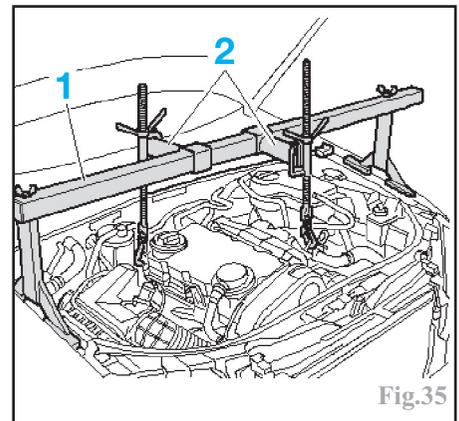

Fig.35
Débrancher le contacteur de niveau d'eau. Dégager le réservoir de liquide de refroidissement sur le côté sans le débrancher. Débrancher le capteur de pression de suralimentation. Dégager les canalisations de carburant de la durit d'air et la déposer. Réaliser un montage en soutien du moteur ou utiliser les outils Audi (1) et (2) (ref : 10-222 A et 10-222 A/3) (Fig.35). Débrancher le connecteur du capteur de niveau et de température d'huile. Dévisser du carter d'huile, les supports de la canalisation de climatisation. Débrancher le connecteur du palier gauche du moteur. Débrancher le connecteur de l'embrayage du compresseur de climatisation et débrancher le faisceau. Dévisser le compresseur de climatiseur de son support. Accrocher le compresseur de climatiseur au véhicule (les canalisations restent branchées).